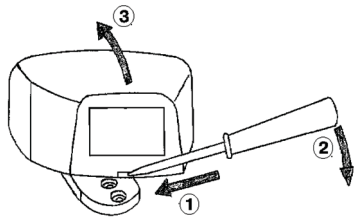

Рисунок 2
1. Чтобы снять крышку корпуса, вставьте небольшую отвертку в щель фиксатора в нижней части корпуса и отождмите его (рисунок 2).